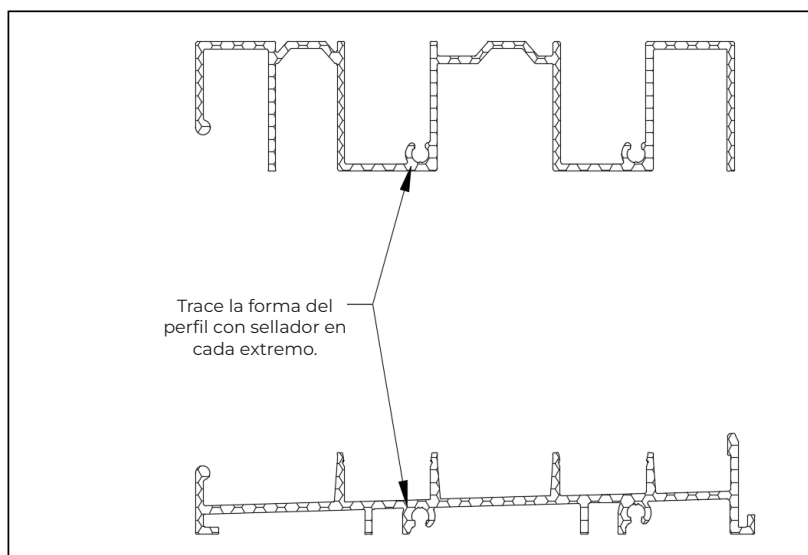

FIGURA 1
3. Ensamble el marco de la puerta: Aplique una cantidad generosa de sellador al extremo del cabezal o del umbral, como se muestra en la **figura 1**. Aplique sellador en el borde cortado de las patas de las jambas que se fijan al cabezal o al umbral, y fíjelas en los orificios de montaje previamente perforados de las jambas. Asegúrese de que todas las conexiones estén correctamente alineadas y apriete todos los tornillos.